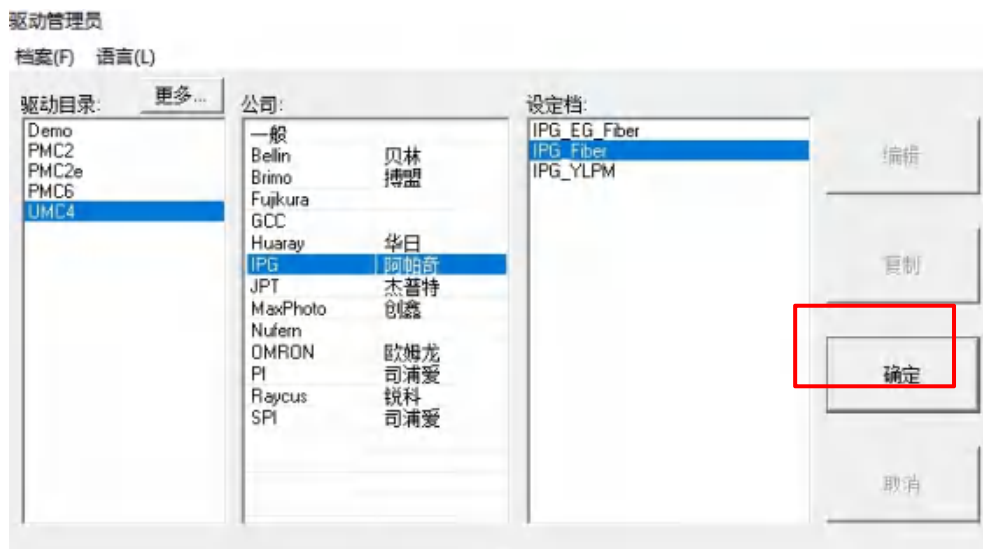

图 5
- (4) 选择驱动程序，依照所安装的打标板卡选择适合的硬件驱动程序，此打标机安装的是 UMC4 板卡，所以点选 UMC4，并选择 IPG-Fiber，见下图 5。点击“确定”进入下一步，